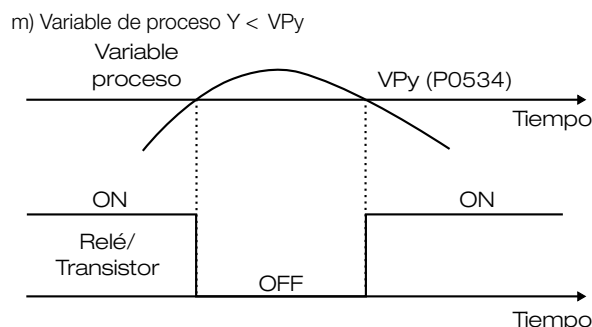

Figura 5.38: (a) a (m) - Detalles sobre el funcionamiento de las funciones de las salidas digitales
- Consulte la Tabla 5.46 en la página 5-64 y la Figura 5.38 en la página 5-66 para más detalles referentes a las salidas digitales y a relés.